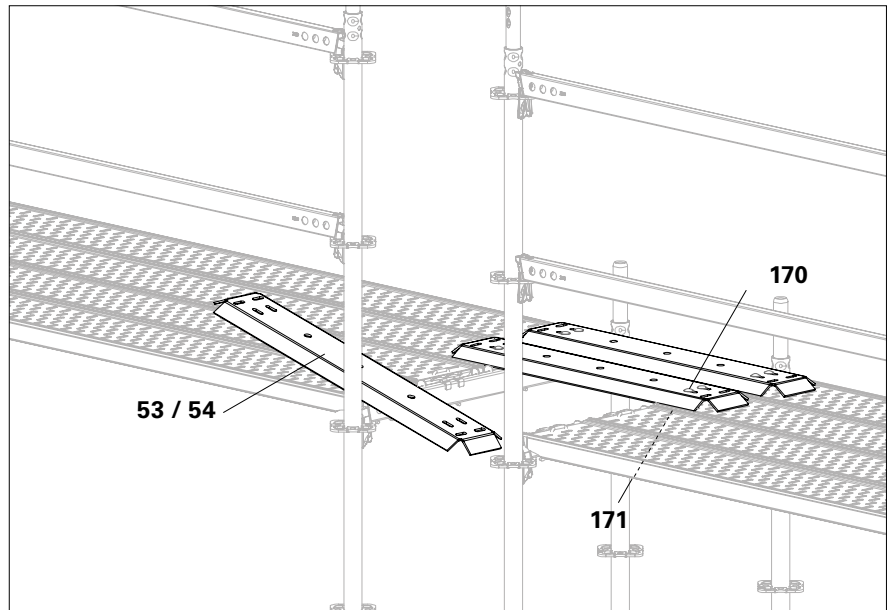

Abb. A7.04a
- Die Verschraubung kann durch beliebige Bohrung oder Langloch erfolgen. (Abb. A7.04a)